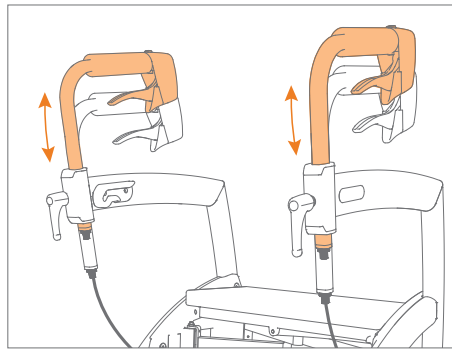

Figura 15: Establecer la altura correcta.
- b.** Deslice las empuñaduras a la altura correcta para usted **(Figura 15)**